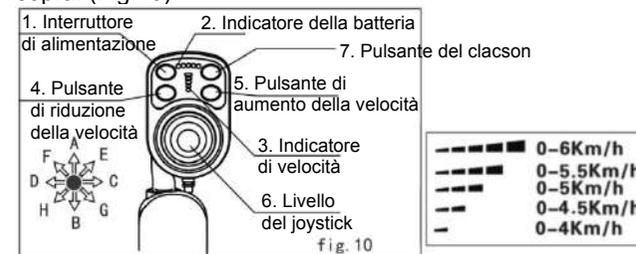

fig. 10
Può implementare tutte le operazioni di questa carrozzina con i pulsanti di cui sopra. (Fig.10)
5.1.6 Joystick (leva)(6): La funzione principale del joystick è controllare la direzione e la velocità della carrozzina. La carrozzina si muove in avanti se il joystick è in posizione A (fig. 10); si muove all'indietro se il joystick è in posizione B; si gira a sinistra o a destra se si gira su C o D in posizione; si muove in avanti e a sinistra o a destra se si spinge su E o F; si muove all'indietro e a sinistra o a destra se si spinge su G o H. Più il joystick viene spinto dalla sua posizione centrale, più la carrozzina si muove velocemente. Quando lo rilascia, si ripristina automaticamente e frena.